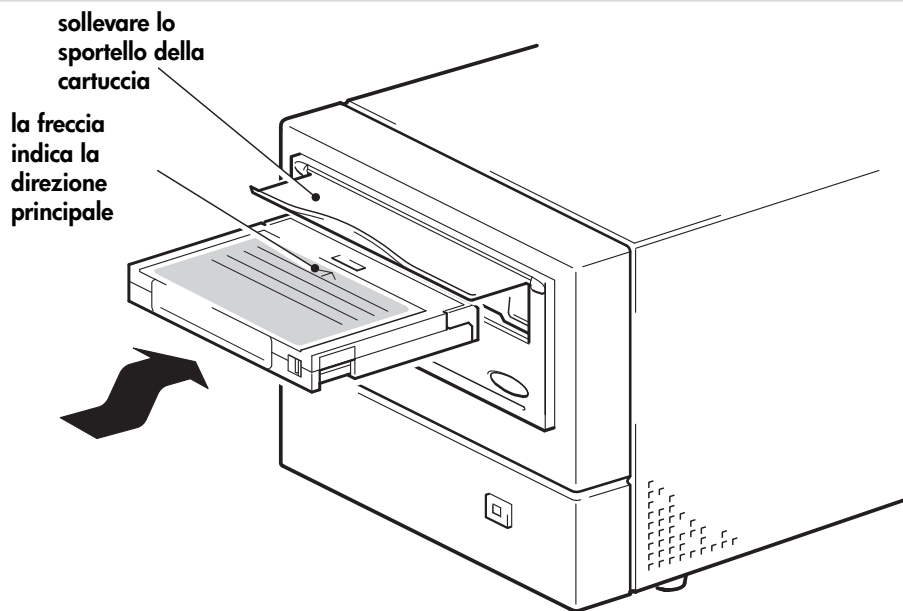

Figura 7a: caricamento di una cartuccia
- 1 Sollevare lo sportello della cartuccia e inserire la cartuccia nello slot situato nella parte anteriore dell'unità, facendo attenzione che la freccia bianca si trovi nella parte superiore e sia rivolta verso lo sportello dell'unità. Esercitare una lieve pressione fino a che l'unità non aggancia e carica la cartuccia (vedere la figura 7a).